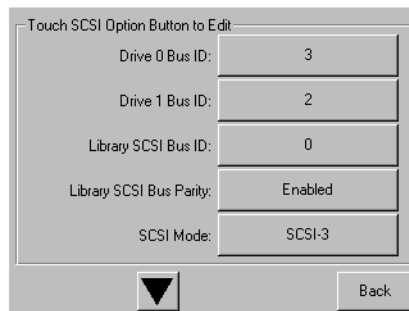

図3-4. [Drive 0 Bus ID]データ フィールド
- d. [OK]を選択して確認します。[Drive 0 Bus ID]データ フィールドに新しいSCSI IDが表示されます(図3-4を参照)。